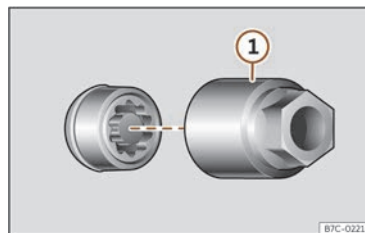

Fig. 233 Parafuso antirrobo da roda con capuchón e adaptador.
- Encaixe o adaptador especial >>> fig. 233 ① (ferramenta de a bordo >>> páx. 326) no parafuso antirrobo da roda ata o tope.